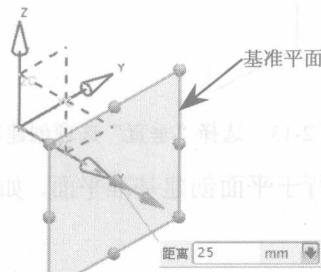

图 2-9 创建基准平面
(2) 通过输入距离值来定义创建的基准平面位置，创建后的基准平面与所选的参照（YC-ZC 平面、XC-ZC 平面、XC-YC 平面）平行，如图 2-9 所示。